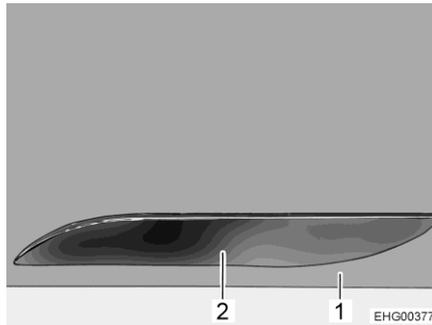

Bild 60 Druckentriegelung, geschlossen
- Möbelklappe (Bild 60,1) am Griff (Bild 60,2) gegen den Schrankkorpus drücken. Die Möbelklappe ist entriegelt.
- Möbelklappe am Griff zudrücken, bis die Verriegelung hörbar einrastet (Bild 60).